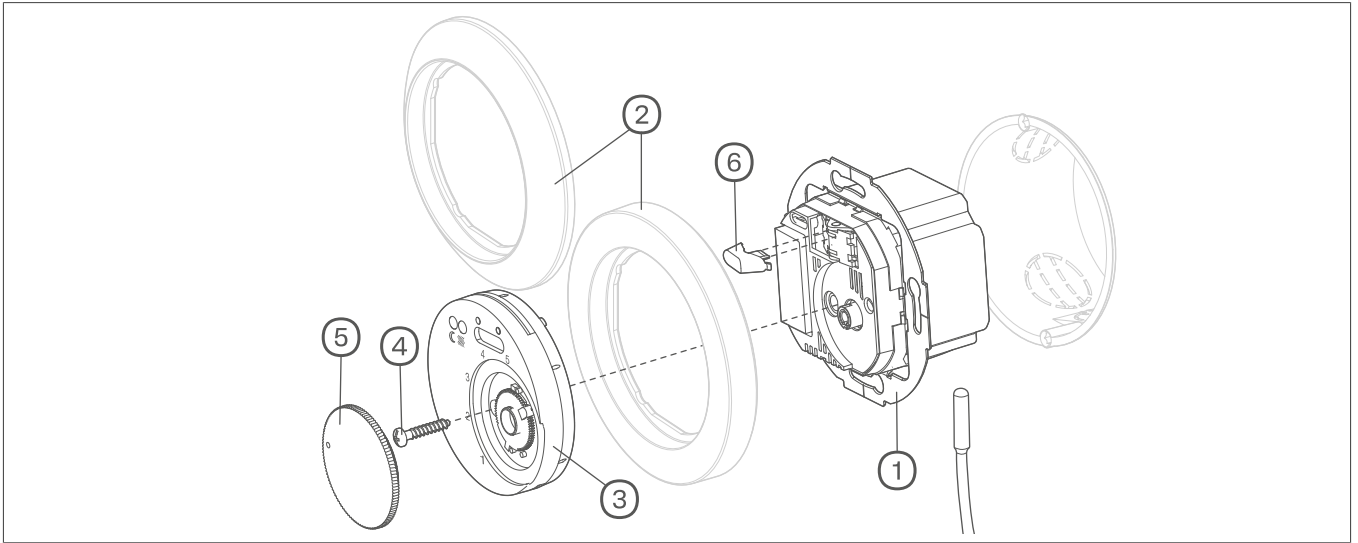

Fig. 1: Disegno e struttura del dispositivo
- 2 Inserire il bilanciante (6) nella fessura superiore dell'interruttore on/off (9) (Fig. 1).
- 3 Posizionare correttamente il pezzo centrale (3) sulla cornice di finitura (2) e fissarlo con la vite di serraggio (4).
- 4 Applicare la manopola di regolazione (5).